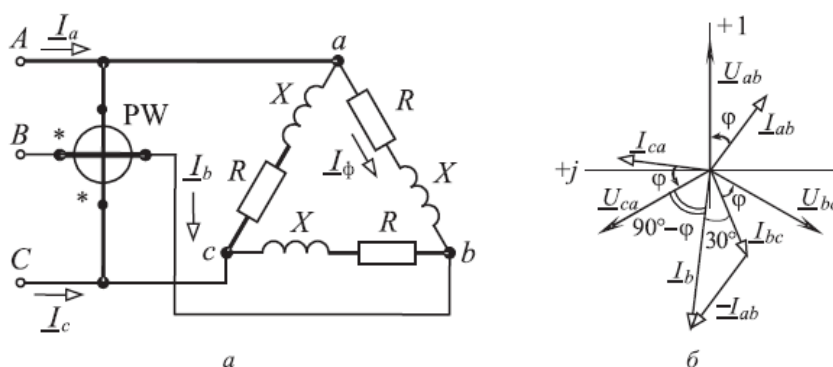

Рис.9.13
**ЗАДАЧА 9.15.** В цепи (рис. 9.13, а)  $U_{\text{л}} = 220 \text{ В}$ ,  $R = 20 \text{ Ом}$ ,  $X = 15 \text{ Ом}$ . Определить показание ваттметра и реактивную мощность трехфазной цепи.